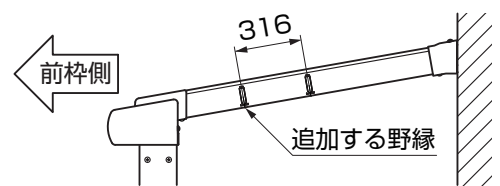

図3-6 出幅4尺の追加野縁位置
- 出幅4尺の場合は、野縁の追加が必要です。標準で取付いている野縁から316mm前柵側の端部垂木・中間垂木にφ5.5の下孔を加工して、野縁を取付けてください。（図3-6参照）